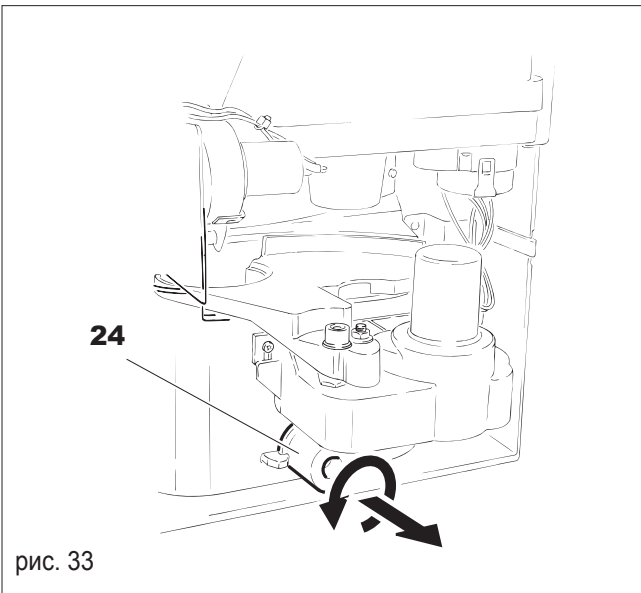

рис. 33
- Поверните пластиковую гайку (**24**, рис. 33);